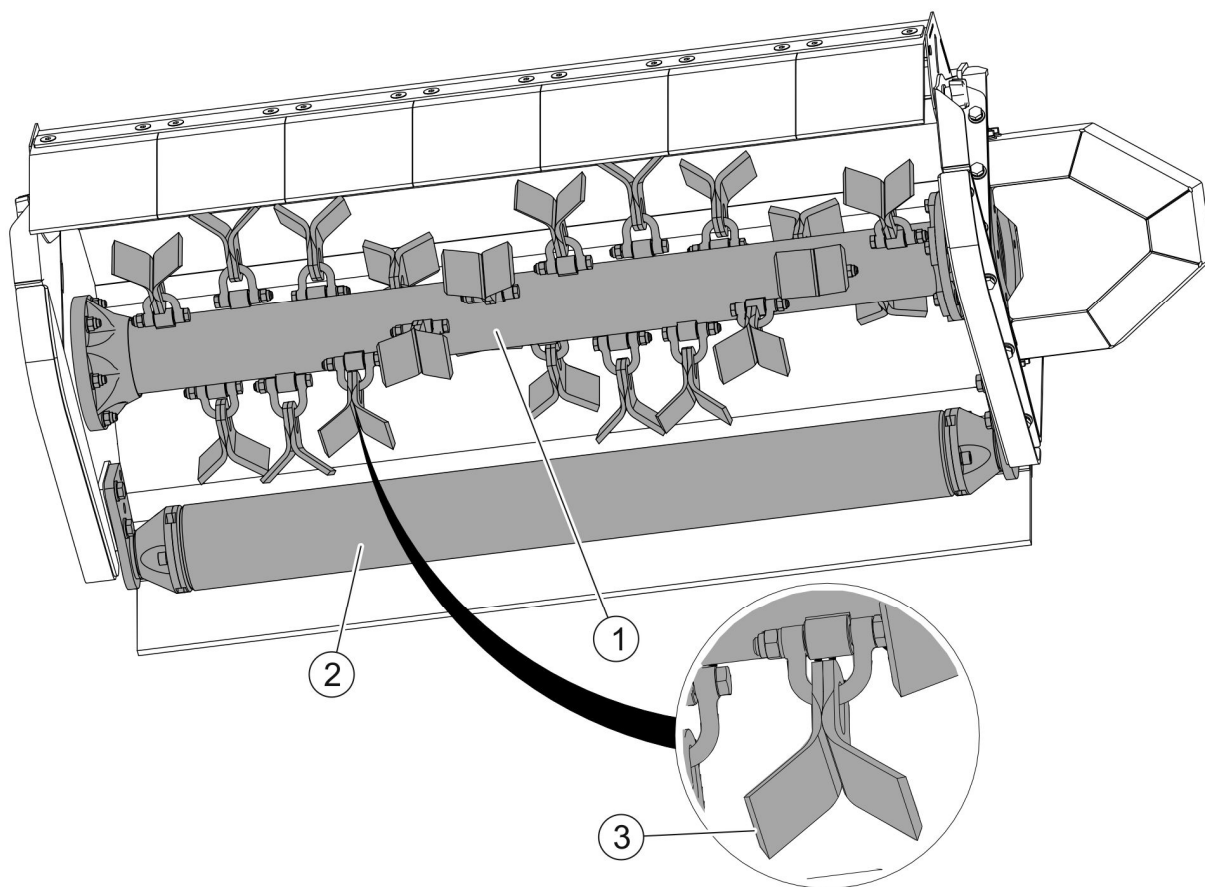

РИСУНОК 3.3 Різальний агрегат
(1)- різальний вал; (2)- огиначний вал; (3)- ніж.
Різальний агрегат косарки складається з різального вала (1) (РИСУНОК 3.3), на якому встановлені ножі (3). Ножі сконструйовані таким чином, що в разі натрапляння на перешкоду, яку ніж не може розрізати, він відхиляється і оминає перешкоду. Висота скошування регулюється зміною положення огиначного вала (2).